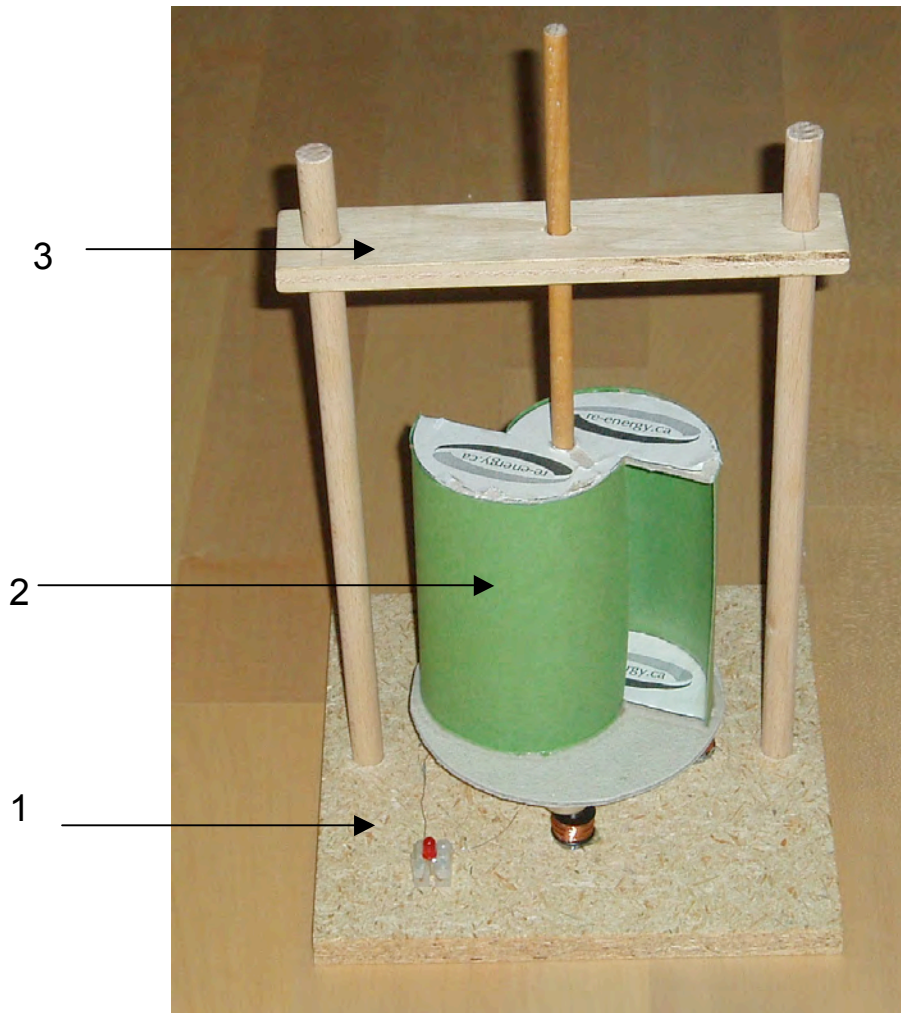

Abbildung 1: Fertiges Modell der Windkraftanlage
3. Jetzt kann die Rotorhalterung montiert und der Rotor eingesetzt werden! Für diesen Schritt werden die Scheibenmagnete noch nicht benötigt. Zuerst setzt man die beiden dicken Rundhölzer in die Bohrungen der Grundplatte und leimt sie fest. Manchmal sitzen sie schon ohne Leim fest in der Bohrung. Dann wird der Rotor mit der Spitze auf die Kreuzschlitzschraube gesetzt und senkrecht ausgerichtet. Schiebe jetzt das Brett über die Achse und die beiden Rundstäbe, bis es waagrecht ist und der Rotor sich leicht drehen lässt. (Vergleiche mit Abbildung 1)